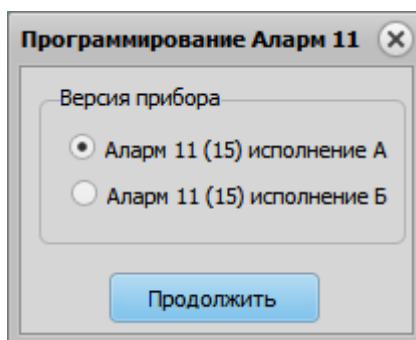

Рисунок 7
3.1.2 Запустить файл Alarm11prog.exe. На экране ПЭВМ появится окно выбора типа прибора (рисунок 7). Для Аларм-15, Аларм-15/6, Аларм-15/4 исполнения «А» необходимо выбрать «Версия прибора» - «Аларм-11 исполнение А», а для модификаций приборов Аларм-15 исполнения «Б» - соответственно «Аларм-11 исполнение Б».